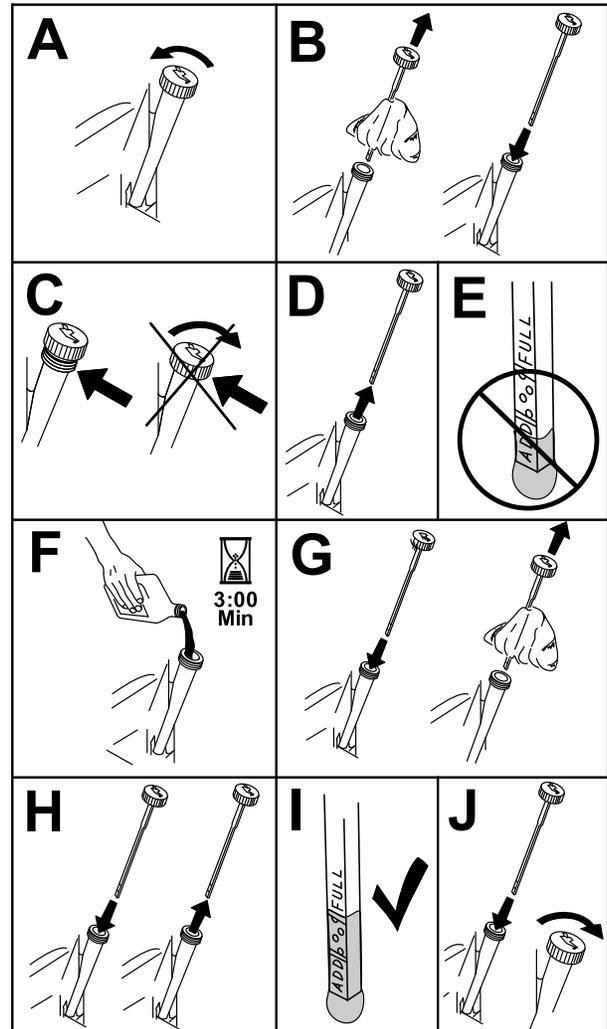

Рисунок 43
3. Чтобы не допустить попадание грязи, скошенной травы и т.п. в двигатель, очистите поверхность вокруг крышки маслозаливной горловины и масломерного щупа, прежде чем снимать их (Рисунок 43).